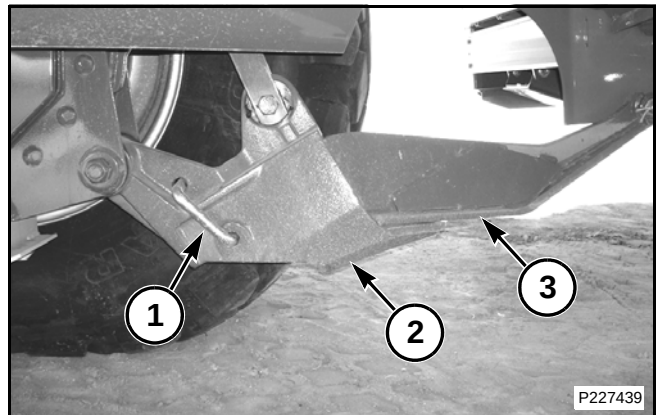

FIG. 25
**FIG. 25:** Quite los pasadores de traba de los pasadores de retención (1). Quite los pasadores de retención de los agujeros en los sujetadores del brazo de levantamiento (2) y brazos de levantamiento del cabezal (3).